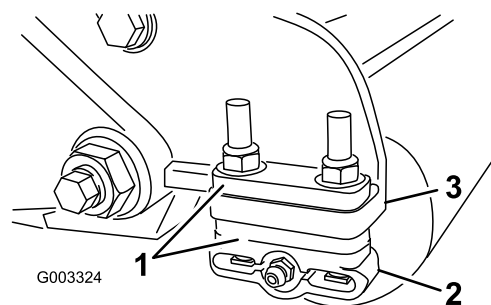

Figure 13
1. Réglez les supports du rouleau arrière (Figure 13) à la plage de hauteur de coupe voulue en positionnant le nombre correct d'entretoises sous le rebord de la plaque latérale (Figure 13) en vous reportant au tableau des hauteurs de coupe.